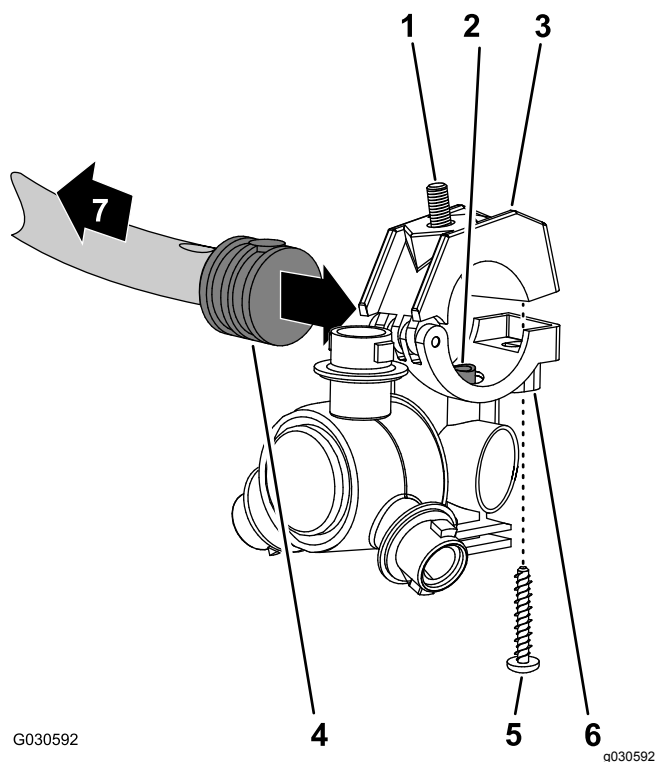
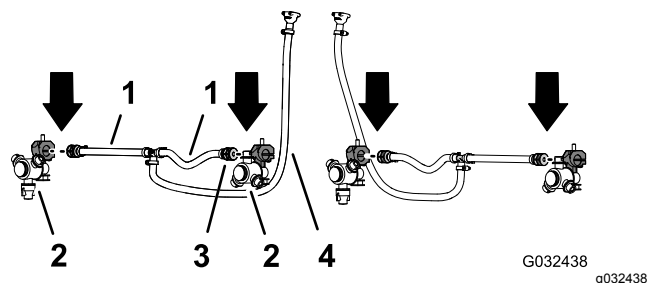

Figura 55
Figura 56
2. Trabalhando com 2 bicos do pulverizador do kit de acabamento de sistema de pulverização GeoLink, retire o parafuso de aço inoxidável que prende a metade do grampo superior à sela (Figura 55).
3. Localize o orifício na lateral da haste do tubo estriado simples na extremidade do tubo (25 cm) do conjunto do tubo (válvula do pulverizador 5 ou 6) para a secção de pulverização central (Figura 55 e Figura 56).
4. Alinhe o tubo de transferência na sela de um bico do pulverizador (Figura 55) com o orifício na lateral da haste do tubo estriado simples (13 mm).
5. Feche a metade do grampo superior em torno da haste do tubo estriado e prenda a metade do grampo e o corpo do bico do pulverizador (Figura 55) com o parafuso de aço inoxidável (N.º 12 x 1-1/4 pol.); aperte o parafuso de aço inoxidável com 14 a 18 N·m.
6. Trabalhando com o bico do pulverizador, o parafuso de cabeça sextavada e o parafuso de aço inoxidável que retirou nos passos 1 e 2 de Remover os bicos do pulverizador (página 24), repita os passos 3 a 5 para a haste do tubo roscado simples (Figura 55 e Figura 56) na extremidade do outro tubo (25 cm).
7. Trabalhando com os 2 bicos do pulverizador que retirou no passo 4 de Remover os bicos do pulverizador (página 24), repita os passos 3 a 5 para as hastes do tubo roscado simples do outro conjunto dos tubos (válvula do pulverizador 5 ou 6) para a secção de pulverização central (Figura 55 e Figura 56).